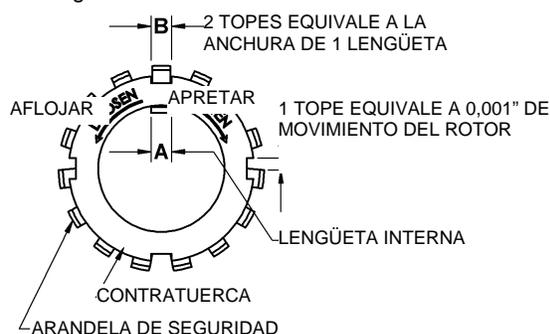

Figura 7 - Ajuste de la contratuerca
Es importante que instalar y ajustar correctamente las contratuercas (24A) y las arandelas de seguridad (24B) del rodamiento. Un sobreapriete de las contratuercas puede provocar fallos en los rodamientos o una lengüeta rota en la arandela de seguridad. Las contratuercas flojas permitirán que el rotor se desplace contra los discos (71), causando desgaste. Consulte la figura 7.